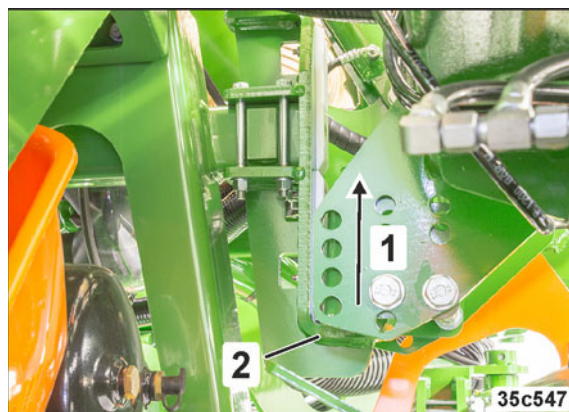

Fig. 227
6. Libérez les tronçons de la machine (Fig. 227/1) du dispositif de verrouillage de transport (Fig. 227/2).
- 9.1 Activer le distributeur *jaune* du tracteur en confirmant le dégagement des tronçons de la machine du dispositif de verrouillage de transport dans l'AMATRON 3 (voir Fig. 227).